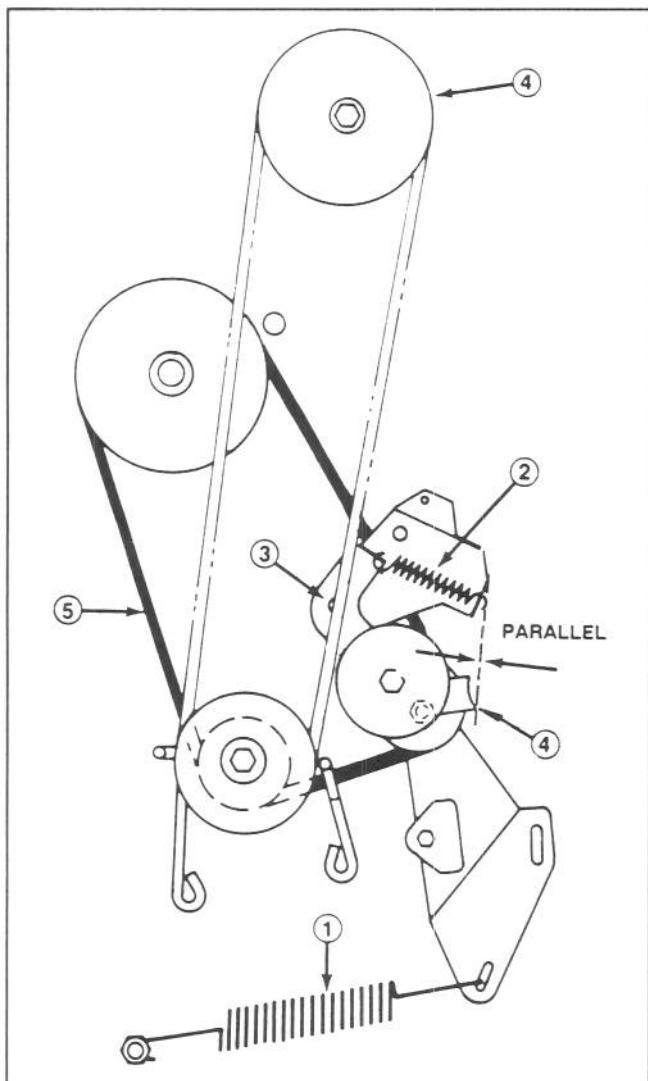

Figure 20
**7.** Décrocher le gros ressort de traction, de la vis de montage (Fig. 20). Etre prudent en décrochant le ressort, celui-ci est tendu à fond.
**8.** Décrocher le ressort de la poulie de tension, de la patte de la poulie (Fig. 20).
**9.** Enlever le contre-écrou et la rondelle retenant la patte de la poulie au châssis et enlever la patte (Fig. 20).
**10.** Desserrer le contre-écrou de la poulie, jusqu'à ce que le guide de la courroie soit enlevé (Fig. 20). Enlever la courroie de toutes les poulies.
**Remarque:** Au moment de remettre le guide de la courroie sur la poulie de tension, s'assurer que le bord du guide est parallèle à la courroie, comme cela est illustré à la Figure 20.